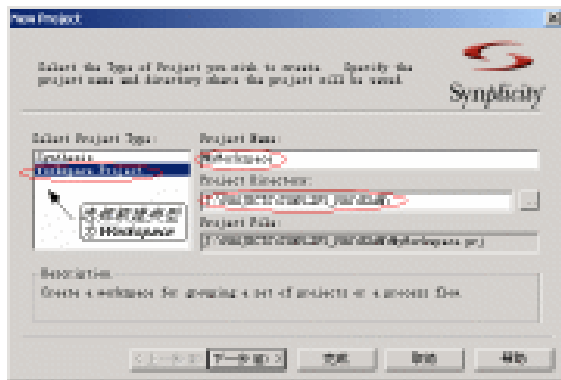

图4-41 使用工程向导新建 Workspace
1. 单击 **P** 按钮，启动打开工程对话框，单击 **Project Wizard...** 按钮启动工程向导。选择新建工程类型为 Workspace，键入工程名和存储路径，如图 4-41 所示。